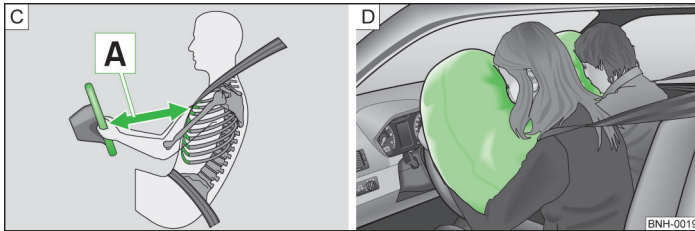

Abb. 114 Sicherer Abstand zum Lenkrad / gasgefüllte Airbags
Werden die Airbags ausgelöst, entfalten sich diese vor dem Fahrer und Beifahrer » Abb. 114 - D. Beim Eintauchen in den voll aufgeblasenen Airbag wird die Vorwärtsbewegung des Fahrers und Beifahrers gedämpft und das Verletzungsrisiko für Kopf und Oberkörper reduziert.
- Für den Fahrer und Beifahrer ist es wichtig, einen Abstand von mindestens 25 cm zum Lenkrad bzw. zur Schalttafel einzuhalten A » Abb. 114. Wenn Sie den Mindestabstand nicht einhalten, kann Sie das Airbag-System nicht schützen - Lebensgefahr! Außerdem müssen die Vordersitze und die Kopfstützen immer der Körpergröße entsprechend richtig eingestellt sein.